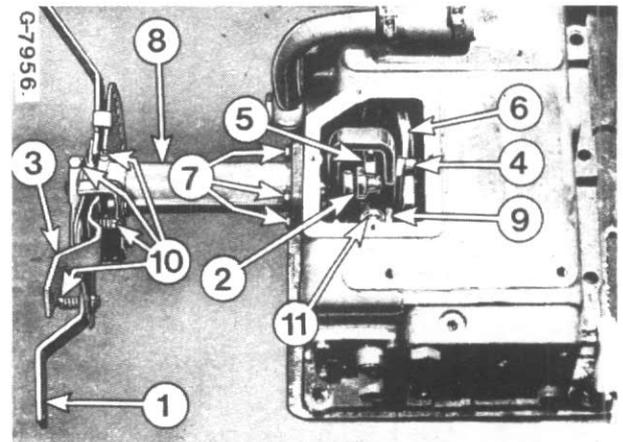
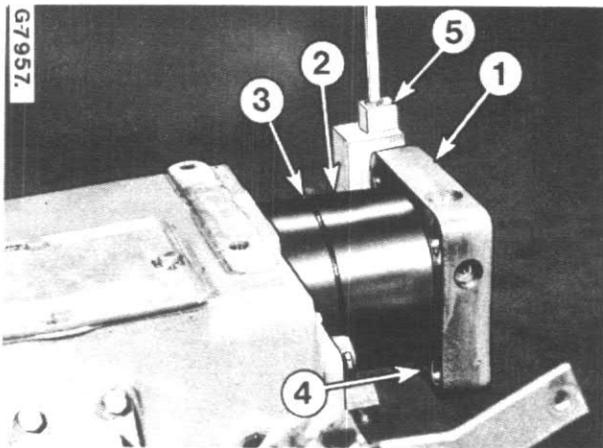
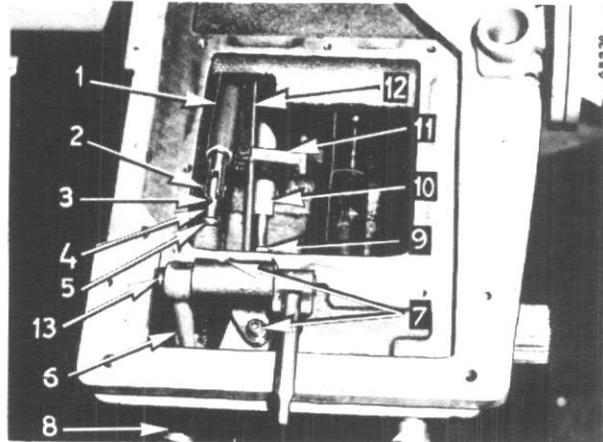
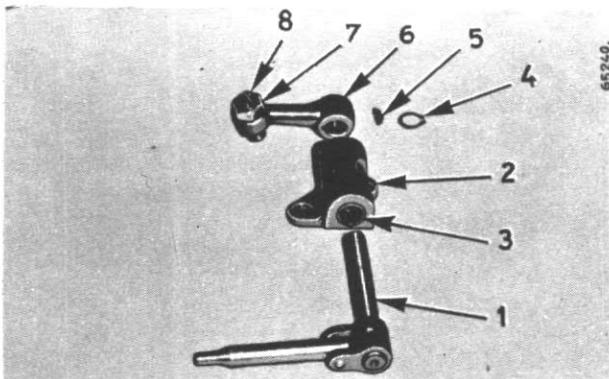

Fig. 21
Fig. 22
Fig. 23
Fig. 25
Desserrez les boulons (10, Fig. 21) et enlevez les leviers de contrôle de traction et de position (1 et 3).
Enlevez les goupilles fendues et les rondelles qui maintiennent les balanciers de contrôle de traction et de position (2 et 4, Fig. 21).
Enlevez le circlip (13, Fig. 23) et dégagez le levier (6) de son axe.
Séparez le mémoire (1, Fig. 23) du levier (2, Fig. 22).
Le mémoire de contrôle de position (10, Fig. 23) doit être enlevé en entier, quand l'arbre de relevage est sorti, en le séparant du balancier de contrôle de position (4, Fig. 21). Ne démontez pas la bague du mémoire car il est difficile d'obtenir la dimension requise au remontage.
Repérez la position du guide de commande (11, Fig. 23) par rapport à la tringle d'asservissement (12, Fig. 23).
Enlevez les deux vis Allen (7, Fig. 23) qui fixent le support d'arbre transversal au carter de relevage et démontez comme indiqué figure 25.